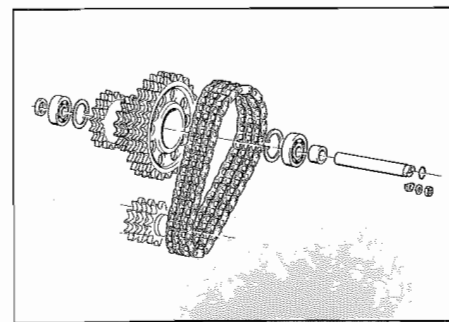

Fig. 96 - Ingranaggio triplo comando distribuzione
- Fare riferimento all'esploso di **Fig. 96**; montare i cuscinetti. Non danneggiare il gommino di tenuta.
- Refer to breakdown in **Fig. 96**; fit the bearings. Do not damage rubber seal.